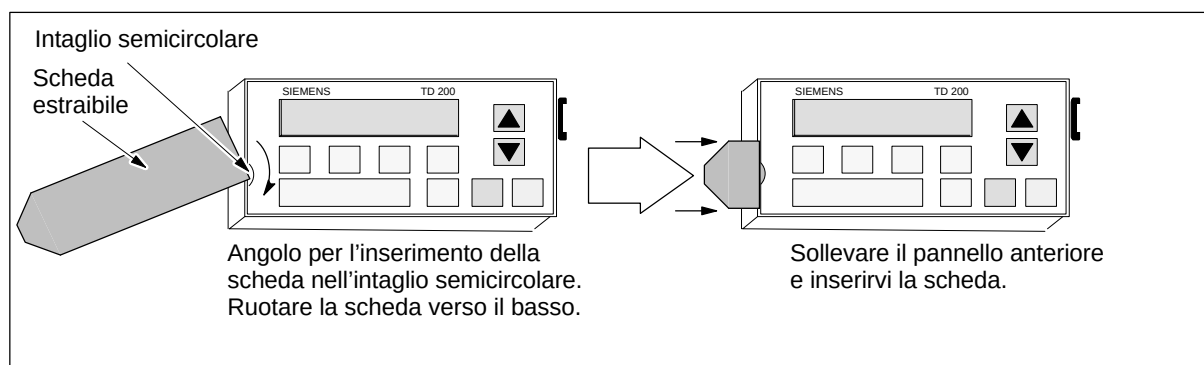

Figura 1-4 Inserimento della scheda personalizzata
4. Inserire la scheda personalizzata collocandone l'angolo nell'intaglio semicircolare (vedi figura 1-4). Ruotare l'etichetta fino a disporla correttamente.